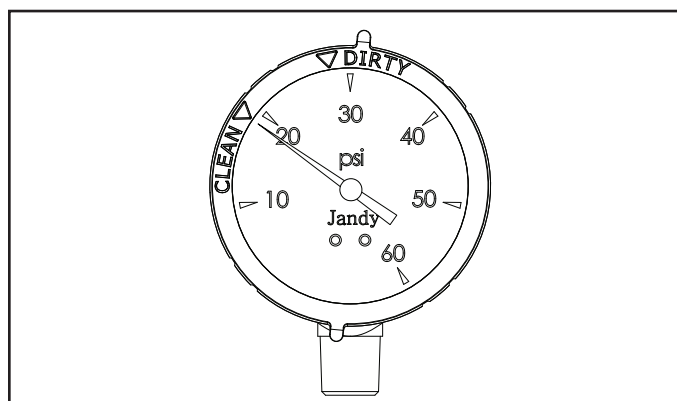

Figura 5. Manómetro con anillo a presión limpio/sucio
9. Después de que el manómetro se haya estabilizado, gire el anillo de engaste para que la flecha junto a la palabra “CLEAN” (LIMPIO) se alinee con la aguja del medidor. Consulte la Figura 5. A medida que el filtro limpie el agua y el cartucho comience a obstruirse, la presión comenzará a aumentar. Cuando la aguja del manómetro se alinee con la flecha junto a la palabra “DIRTY” (SUCIO) en el engaste, es momento de limpiar el filtro; consulte la Sección 6.3. Esto indica un aumento de presión entre 10 y 12 psi por arriba de la presión inicial original.